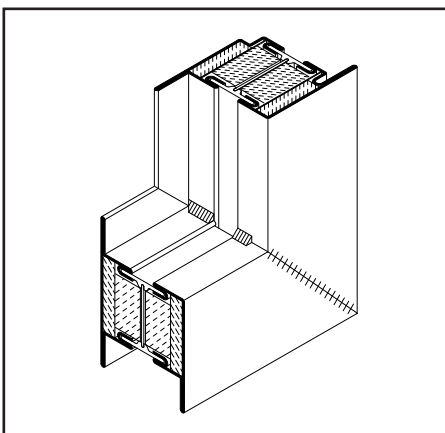

Abb. 4 / Fig. 4 / Fig. 4
(Abb. 4)**
**Soudage de la zone de la feuillure de verre (Fig. 4)**
**Welding in glazing rebate area (fig. 4)**